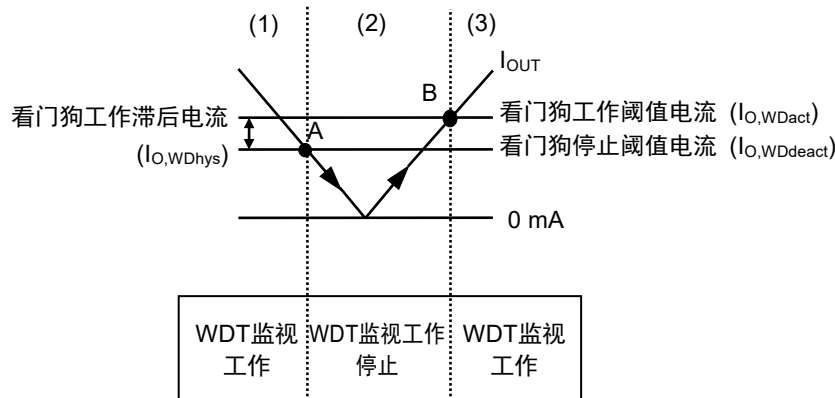

图38 自律看门狗工作功能
- (1) 稳压器的 I_{OUT} 大于或等于看门狗工作阈值电流 ($I_{O,WDact}$)，并且WADJ端子电压 (V_{WADJ}) 高于基准电压 (V_{ref}) 时，比较器 (C1) 的输出变为 "H"。此时，看门狗定时器进行监视工作。
- (2) 当 I_{OUT} 降低到小于或等于看门狗停止阈值电流 ($I_{O,WDdeact}$) (图38的A点) 时， V_{WADJ} 也降低到小于或等于 V_{ref} ，C1的输出变为 "L"。此时，看门狗定时器停止监视工作。即使 I_{OUT} 上升，在未达到 $I_{O,WDact}$ 时，看门狗定时器保持停止监视工作的状态。
- (3) I_{OUT} 再继续上升，达到大于或等于 $I_{O,WDact}$ (图38的B点) 时， V_{WADJ} 也上升到大于或等于 V_{ref} ，C1的输出变为 "H"，看门狗定时器开始监视工作。